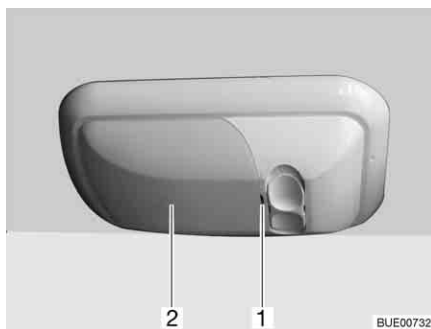

Fig. 221 Eclairage du garage
- Soulever prudemment le couvercle (Fig. 221,2) avec un outil approprié (p. ex. tournevis) au niveau de l'encoche (Fig. 221,1) et le retirer.